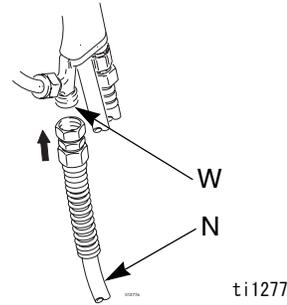

図 6
4. 液体ラインを 3/8 npsm ガン液体インレット (W) (図 6) と接続して下さい。